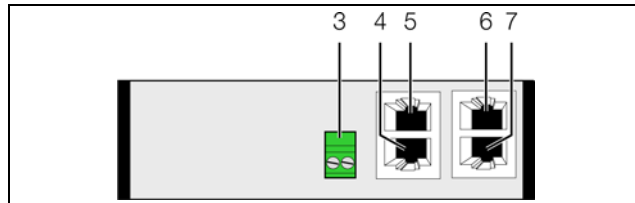

Рис. 9: Задняя сторона блока CAN-Bus
- Подключите выход 24 В (прямое подключение) блока питания (DK 7030.060) к соответствующему входу на блоке CAN-Bus (рис. 9, поз. 3).
Вышеуказанные обозначения "левый" и "правый" относятся к виду на прибор сзади (рис. 9).
- Подключите один из следующих компонентов к соответствующему разъему (рис. 9, поз. 4).
■ При необходимости подключите ко второму, свободному интерфейсу CAN-Bus блока CAN-Bus (рис. 9, поз. 5) следующий компонент.
■ Соедините блок CAN-Bus кабелем CAN-Bus с интерфейсом CAN-Bus Процессорного блока CMC III или с соседним компонентом в шине CAN-Bus (рис. 9, поз. 6).